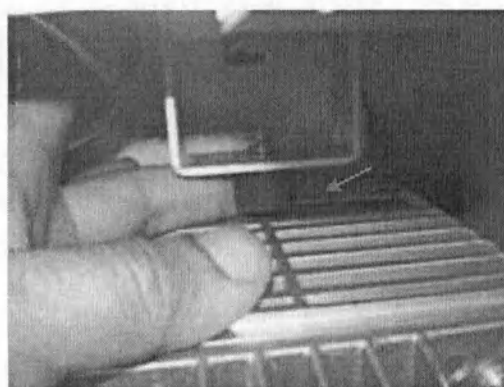

Рисунок 56. Затягивание стопора насоса
- Затяните как можно плотнее верхний стопор насоса (Рисунок 56).